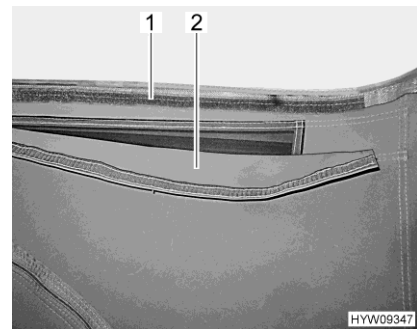

Bild 22 Lüftung (geöffnet)
- Stoffflasche (Bild 22,2) nach oben ziehen und am Klettband (Bild 22,1) andrücken.